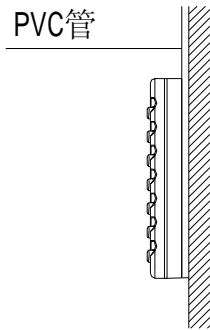
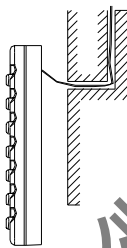

图 15 线缆明装
图 16 线缆暗装
- I 手操器与室内机通讯线若用明装，可使用 1#PVC 管并在墙上设置相应的凹槽（如图 15 所示）；若用暗装，可使用 1#PVC 管（如图 16 所示）。